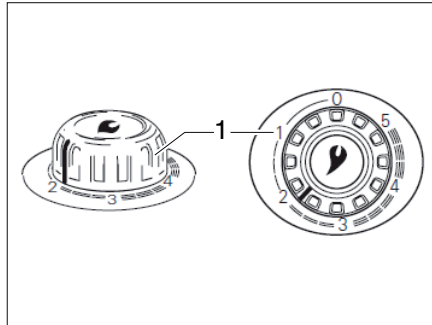

Bild 99 Drehregler an der Warmluft-Heizung
- Drehregler an der Heizung (Bild 99,1) auf gewünschten Wert einstellen und bis zum Anschlag niederdrücken.
- Drehregler an der Heizung (Bild 99,1) auf "0" stellen. Der Zündautomat wird damit gleichzeitig abgeschaltet.
- ▷ Weitere Informationen der separaten Bedienungsanleitung "Truma S 3004 (P) / S 5004" entnehmen.